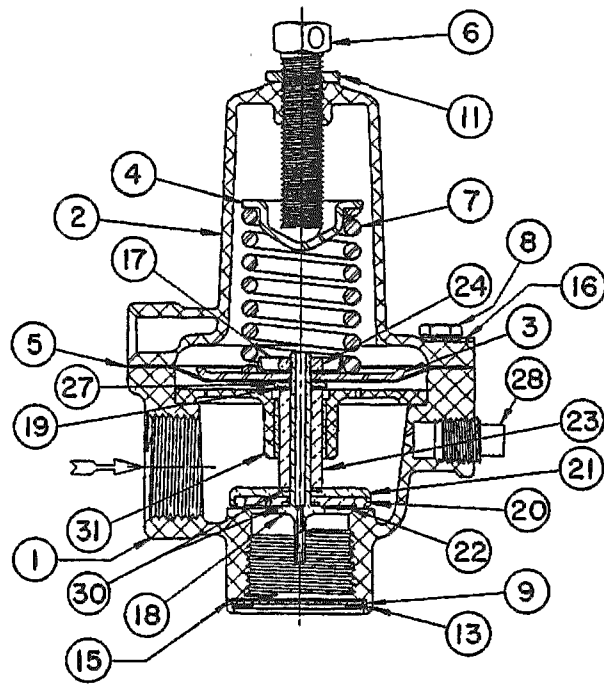

図7. 289H形-1in, および289HH形リリーフバルブの断面
リリーフバルブの断面構造とキー番号は、図7を参照して下さい。
- 3) 図7を参照して、ワッシャ (キー-22)、Oリング (キー-30)、Oリング (キー-20)、ホルダ (キー-21)、スペーサ (キー-23)、ステムガイド組 (キー-31)、ガスケット (キー-19)、およびワッシャ (キー-27) をピトー管 (キー-18) にセットして下さい。